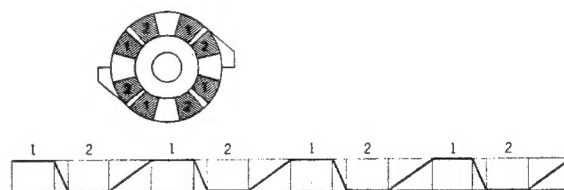

Fig. 6
4. As the cam rotates, the head is moved vertically up and down through the action of the operating arm. The programs can then be selected. Fig. 6 shows the cross section of the cam. The convex portion of the operating arm contacts the surfaces of 1 and 2, shown in the figure. For instance, when it contacts the surface of 2, the head is placed in the upper position and the program is set to 1.
4. Al girar la leva, el tornillo de ajuste de la misma hace mover la cabeza, teniéndola horizontal, para arriba y para abajo en forma perpendicular de manera que es posible seleccionar el programa. En la fig. 6 se puede ver el perfil transversal de la leva. La parte convexa del brazo en función toca las superficies 1 y 2 mostradas en la figura. Por ejemplo, cuando toca la superficie 2, la cabeza queda ubicada en la posición superior y el programa queda puesto en 1.
4. Lorsque la came tourne, la vis de réglage de la came déplace la tête dans le plan vertical, ce qui permet de sélectionner le programme. La fig. 6 montre la coupe de la came. La partie protubérante du bras de commande vient en contact avec les surfaces de 1 et de 2, indiquées sur la figure. Ainsi, lorsque cette partie vient en contact avec la surface de 2, la tête se trouve en position supérieure et le programme est réglé à 1.
befindet, senkrecht auf und ab, so daß das Programm ausgewählt werden kann. Abb. 6 zeigt den Querschnitt der Nocke. Der konvexe Teil des Bedienungsarms berührt die Oberfläche von 1 und 2, wie in der Abbildung gezeigt. Wenn er z.B. die Oberfläche von 2 berührt, wird der Tonkopf in die obere Position gesetzt und das Programm auf 1 gestellt.